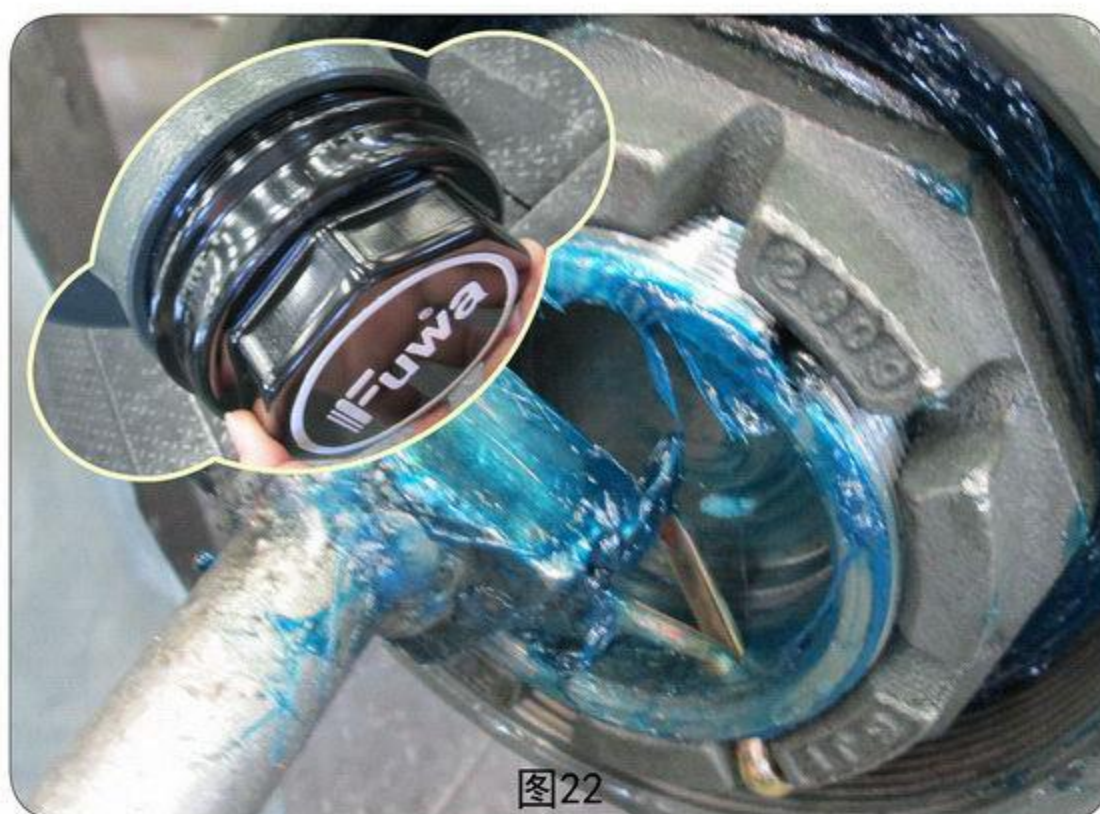

图22
- ⑤ 插入新的开口销，将销尾扳弯30~45°，图22；
- ⑥ 更换新的轮毂盖密封圈，装上轮毂盖(拧紧扭矩80~120Nm)。